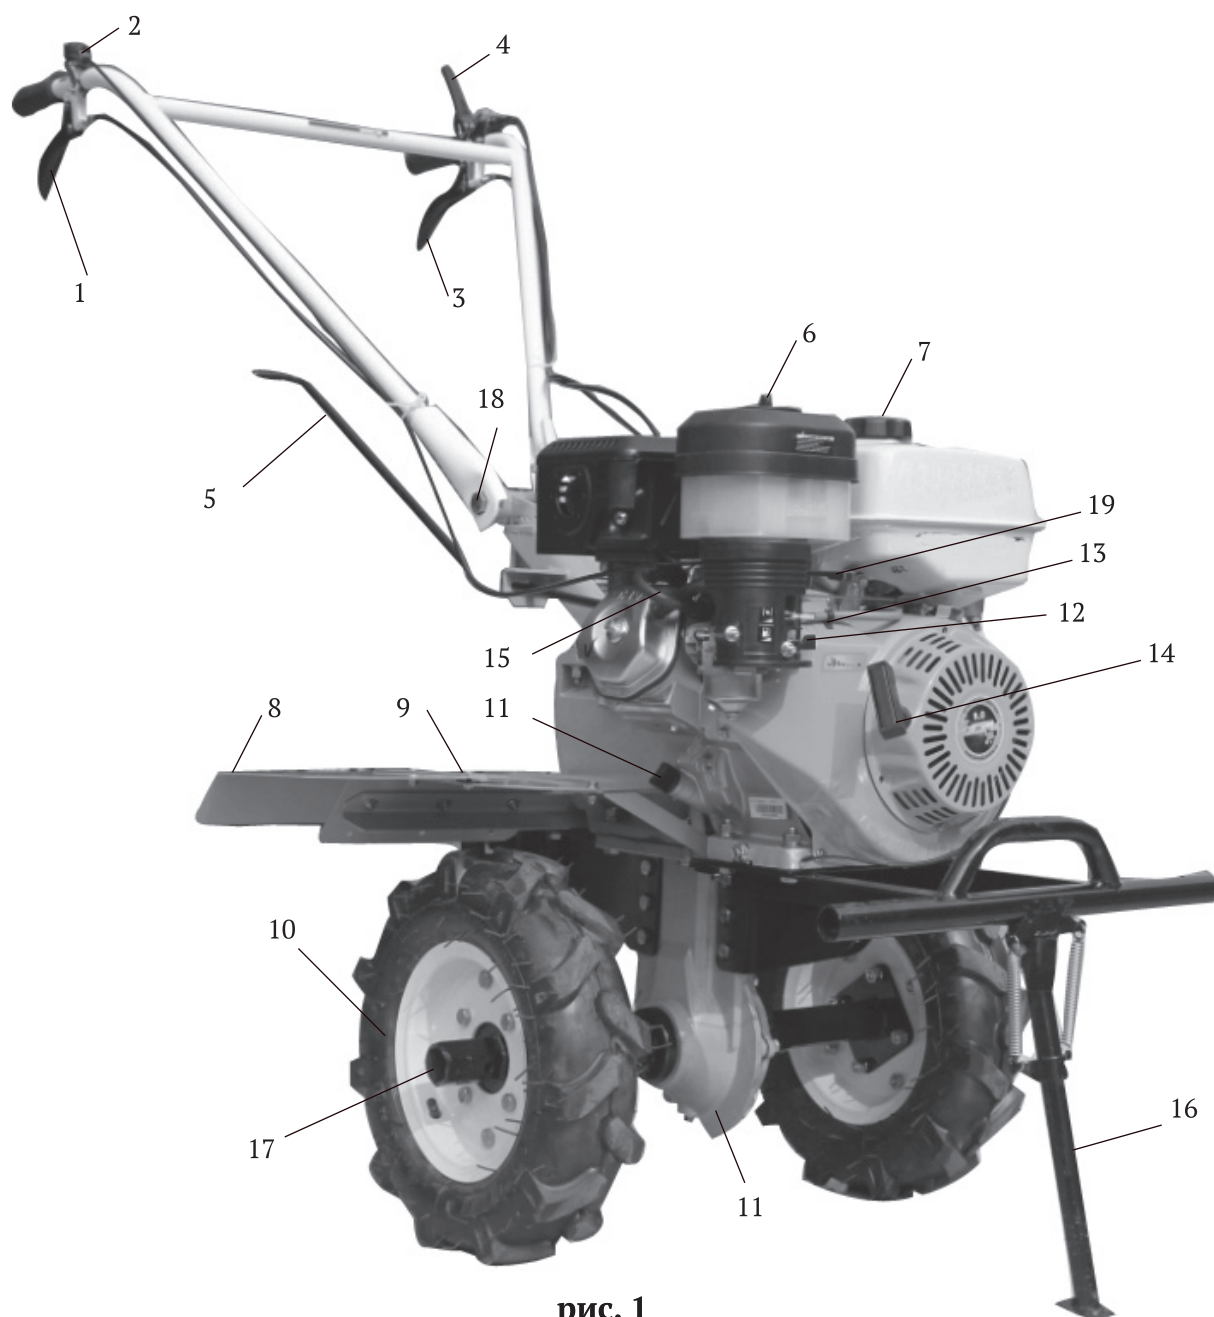

рис. 1
Общий вид мотокультиватора схематично представлен на рис. 1
5.3 Отрегулируйте угол наклона верхней части рулевого управления и зафиксируйте положение рычагом (рис.1 поз.18).
Редуктор предназначен для изменения передаточного отношения и передачи вращения от шкива редуктора к колёсам. Редуктор имеет 2 передачи - быстро и медленно. I - медленно; II - нейтральное положение; III - быстро. Переключение передач производится рычагом (рис. 1 поз.5)
Органы управления предназначены для изменения режима работы двигателя и направления движения мотокультиватора. Органы управления состоят из руля, рычагов (рис. поз.1,3,4,5), акселератора (рис. 1 поз.2).
- **чтобы начать движение вперёд:** выжмите рычаг сцепления (рис.1 поз.3); установите рычаг переключения передач на нужную скорость (рис.1 поз.5); отпустите рычаг сцепления (рис.1 поз.3); выжмите газ (акселератор - рис.1 поз.2).
- **чтобы начать движение назад:** выжмите рычаг сцепления левой рукой (рис.1 поз.3); установите рычаг переключения передач в нейтральную позицию (рис.1 поз.5); заранее нажмите замок-патрон указательным пальцем правой руки, потом
медленно сожмите рычаг передачи заднего хода (рис.1 поз.1); медленно отпустите рычаг включения сцепления, тогда сцепление будет соединено, и мотокультиватор поедет назад.
- Выкрутите щуп пробку из маслозаливной горловины (рис. 1 поз.11) и залейте в картер масло соответствующего типа. Вставьте сухой чистый щуп в горловину и выньте его, проверьте уровень масла: граница смоченной области щупа должна располагаться между отметками минимального и максимального уровней.
- Откройте топливный кран (рис.1 поз.12) - крайне правое положение.
- Переведите рычаг управления воздушной заслонкой (рис.1 поз.13) до упора в крайне левое положение «Закрыто» при пуске холодного двигателя и в промежуточное при пуске прогретого двигателя.
- Установите рычаг регулировки дроссельной заслонкой (рис.1 поз.19) в централь-
- Резко с интенсивным усилием потяните трос стартера (рис.1 поз.14) до упора, повторите действие ещё раз при необходимости. Если двигатель не запускается, следует изменить положение рычага воздушной заслонки (рис.1 поз.13), открывая её тем больше, чем выше температура двигателя и окружающего воздуха.
- После прогрева двигателя в течение 10-40 секунд, в зависимости от начальной температуры, переведите рычаг воздушной заслонки (рис.1 поз.13) в крайне правое положение «Открыто», и рычаг регулировки дроссельной заслонкой (рис.1 поз.19) в до упора в положение «Минимально», если при этом двигатель работает неустойчиво вернуть рычаг воздушной заслонки в прежнее положение и обеспечить завершение прогрева двигателя.
- Установите рычаг регулировки дроссельной заслонкой (рис.1 поз.19) до упора назад в крайне положение «Минимально».
- Закройте топливный кран (рис.1 поз.12) - крайне левое положение.